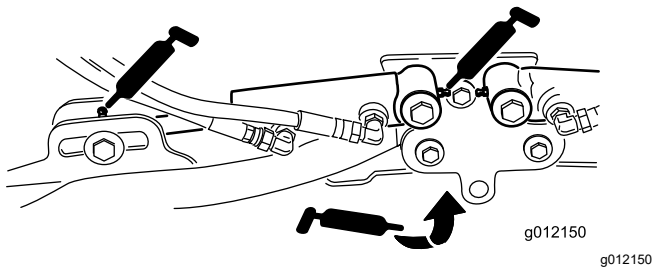

Figura 42
- Cilindros del brazo de elevación de la unidad de corte (2 en cada) (Figura 42)
- Pivotes del brazo de elevación (1 en cada) (Figura 42)